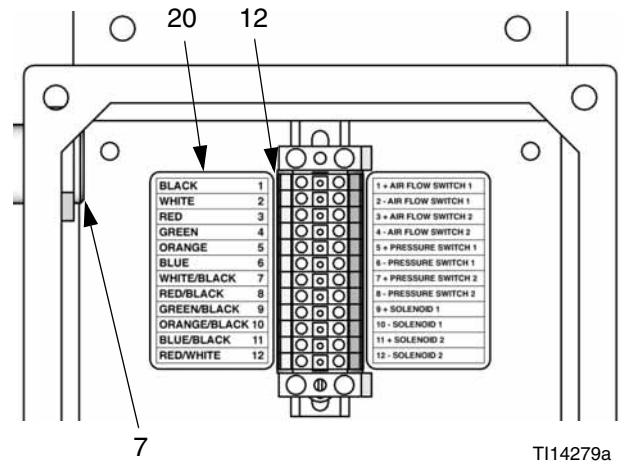

FIG. 2. Kabel mit der Klemmleiste verbinden
2. Das Kabel (23) ist an beiden Enden unisoliert. Das kürzeste Ende (102 mm [4 Zoll]) durch die Kabeleinführung in die Abdeckung einziehen (7). Siehe FIG. 2.
3. Die Kabeldrähte auf der linken Seite der Klemmleiste (12) anbringen, wie auf dem Etikett (20) aufgezeigt. Siehe FIG. 2 und Tabelle 1.